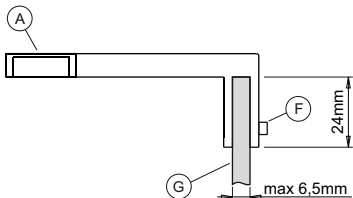

Fig 4
- Check that the thickness of the mirror (G) does not exceed 6.5mm and then position the appliance (A) (Fig. 4).
- Fix the appliance (A) to the mirror (G) with the grub screws (F) (Fig. 4, 5).
- Stellen Sie sicher, dass die Dicke des Spiegels (G) 6,5 mm nicht überschreitet, und positionieren Sie das Gerät (A) (Abb. 4).
- Befestigen Sie das Gerät (A) mit den Madenschrauben (F) am Spiegel (G) (Abb. 4, 5).
- Vérifiez que l'épaisseur du miroir (G) ne dépasse pas 6,5 mm puis positionnez l'appareil (A) (Fig. 4).
- Fixez l'appareil (A) au miroir (G) à l'aide des vis sans tête (F) (Fig. 4, 5).